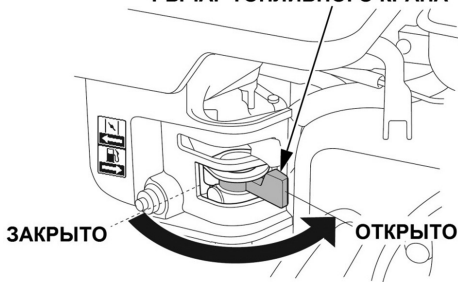

Рис. 19. Рычаг топливного крана
3. Откройте топливный кран переводом рычага вправо (Рис. 19).